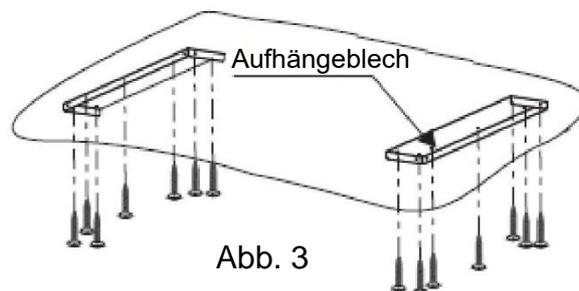

Abb. 3
4. Entsprechend der auf Bild 2 gezeigten Größe bohren Sie 14 Löcher mit einem Durchmesser von 8mm in die Decke, sobald die Installationshöhe bestimmt ist. 14 Stück Explosionsschrauben (oder 14 Stück ST6*40mm große Flachschaubren + 14 Stück Dübel) werden verwendet, um die beiden Hängebretter an der Decke zu befestigen. Siehe Abb. 3.